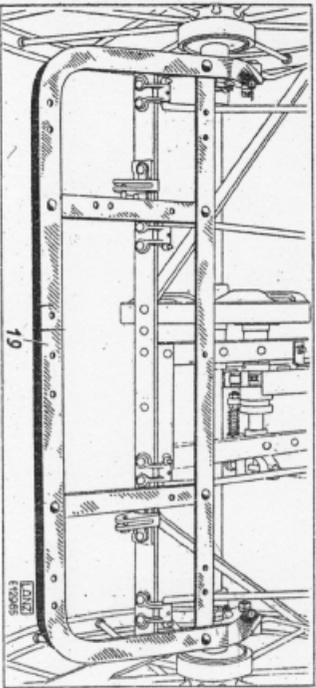
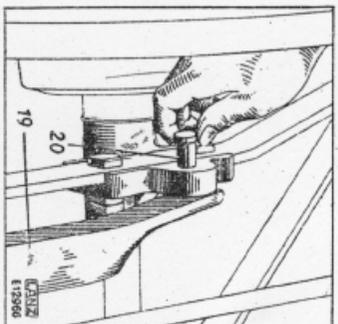

Bild 10. Vorderrahmen
Bild 11. Vorderrahmen
- a) Vorderrahmen „19“ (Bild 10 und 11) auflegen und mittels der Bolzen „20“ (Bild 11) mit dem Hauptrahmen verbinden. Bolzen innerhalb des Vorderrahmens versplinteln.